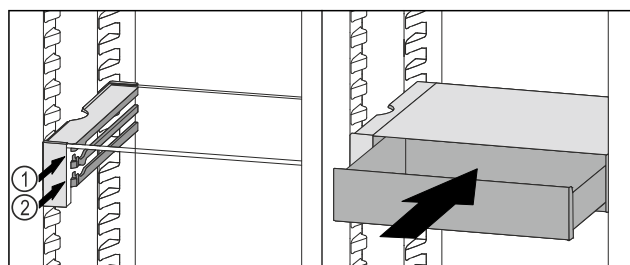

Fig. 158
- ▶ Установите выдвижной ящик VarioSafe за стопоры на требуемый выступ Fig. 158 (1) или Fig. 158 (2).